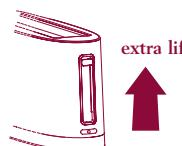

Fig. 7
- Togliete il pane. Per estrarre con più facilità il pane sollevate ulteriormente la leva e mantenetela in questa posizione fino a quando avete tolto le fette di pane (funzione EXTRA LIFT) (fig. 7).